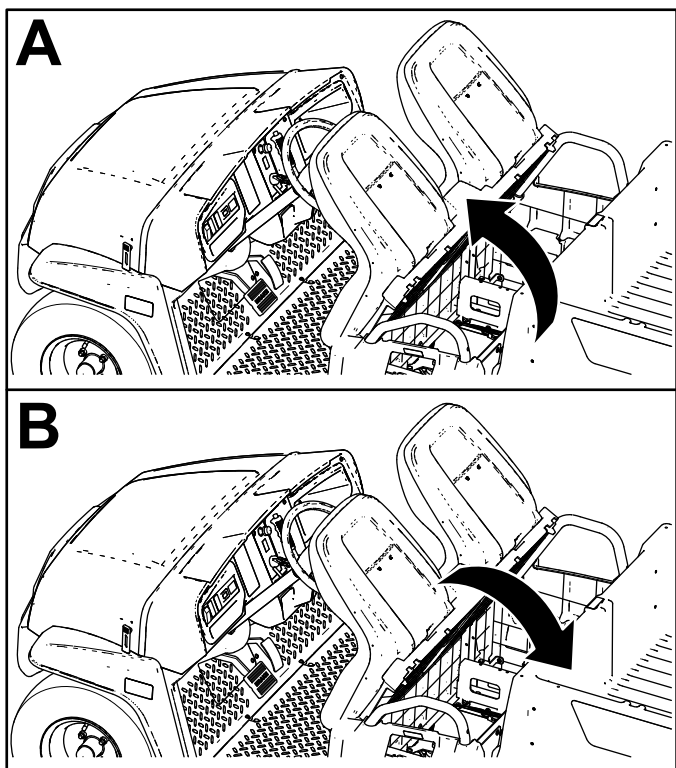

Figura 26
Para elevar o conjunto do banco, empurre o conjunto do banco para a frente até assentar no volante (Figura 26).
Para descer o conjunto do banco, empurre o conjunto do banco para trás até assentar na sua posição original (Figura 26).
1. Empurre o conjunto do banco para a frente para aceder à posição levantada (Figura 26).